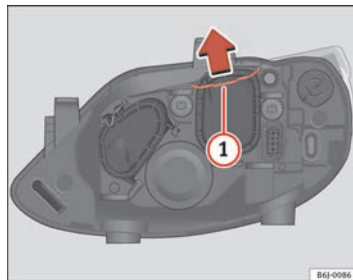

Abb. 137 Abblendlicht
- Verschieben Sie die Strebe ⇒ Seite 234, Abb. 137 ① in Pfeilrichtung und nehmen Sie den Deckel ab.